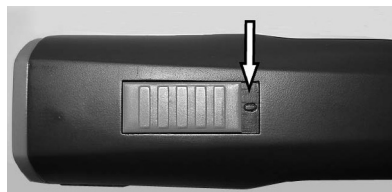

Fig. 4 Interruptor em posição OFF ("0")
1. Teste os contactos da máquina (1) e da bateria (2) verificando se os mesmos estão limpos.
2. Assegure-se de que o interruptor da máquina de tosquia está na posição OFF ("0") (fig. 4).
3. Insira a bateria (2) na máquina de tosquia (3) até que o engate da bateria (1) esteja engatado em ambos os lados.
4. Coloque a máquina de tosquia com a bateria colocada (1) ou a bateria adicional (2) assegurando-se da correcta ligação dos contactos com as cavidades de ligação da base da carga.
6. A bateria está a carregar. Durante a carga a luz de controlo do LED é vermelha (3). Logo que a bateria esteja carregada a 90%, no mínimo, a luz fica verde e a base de carga passará a ser mais lenta.
7. Segure firmemente a base de carga com uma das mãos ao retirar a máquina (1) ou a bateria adicional (2).
1. Coloque o interruptor na posição OFF ("0") (fig. 4).
2. Pressione o engate da bateria de ambos os lados (2) e retire a bateria (1).